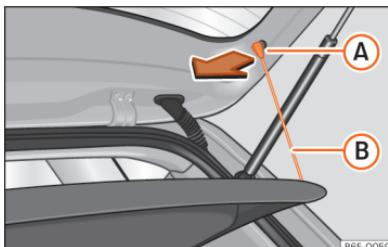

Fig. 165 Na bagageira: desmontar e montar a chapeleira.
- Desengate os tirantes de fixação »» Fig. 165 **B** dos alojamentos **A**.
- Engate os tirantes de fixação »» Fig. 165 **B** na porta da bagageira.